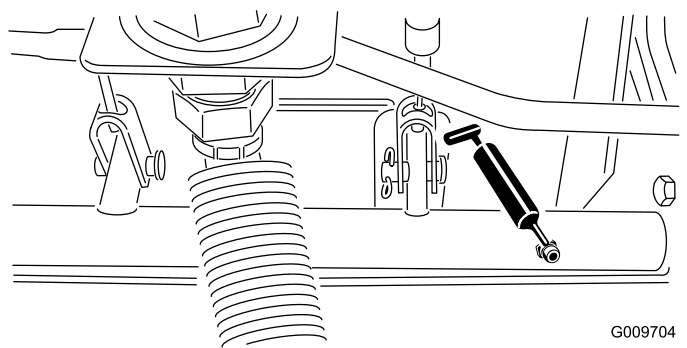

Figura 21
- Cuscinetti orientabili (5) dell'albero del freno (Figura 21)